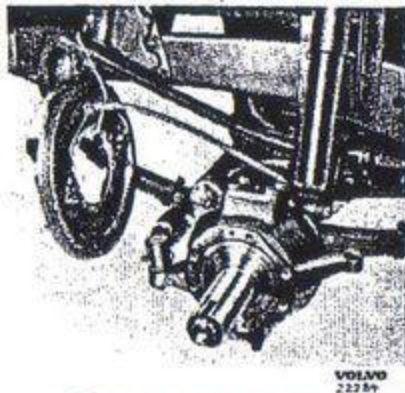
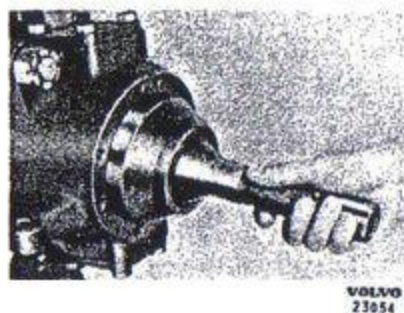

Bild 105. Demontering av bromssköld.
Bild 106. Demontering av rzeppaknut.
4. Demontera bromsskölden och häng upp den så att ej bromsslängen skadas (bild 105). Dra av hjulspindeln. Dra ut rzeppaknut och drivaxel (bild 106).